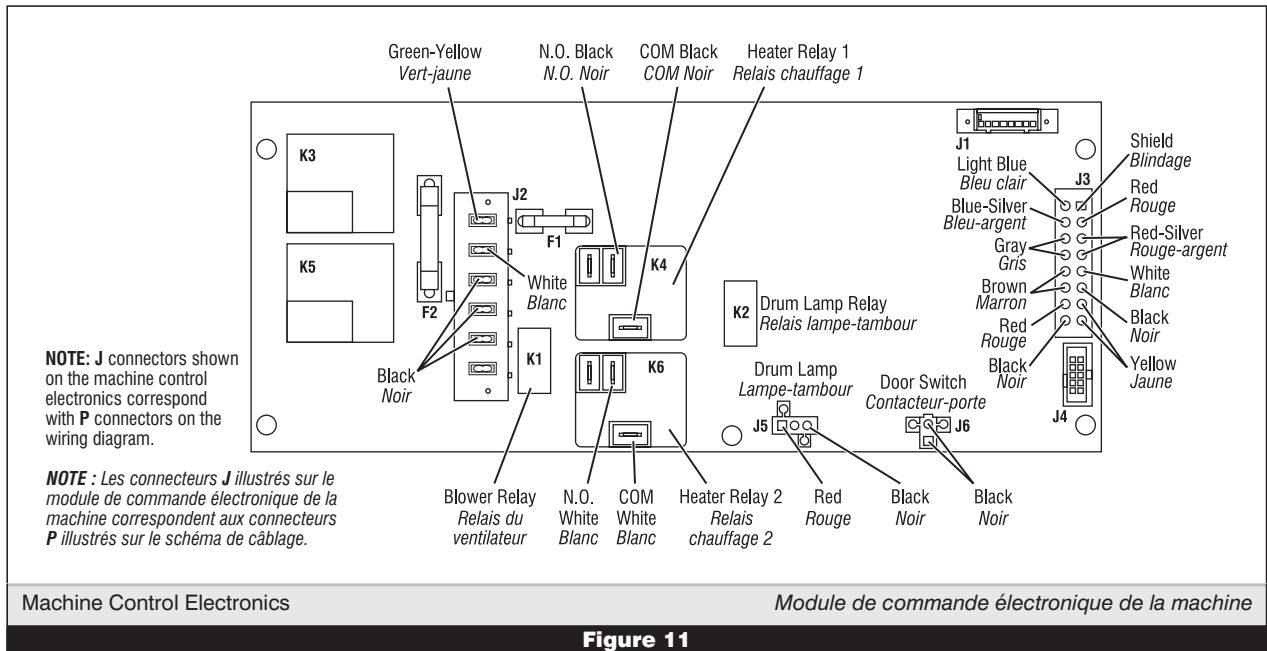

Figure 11
6. Remove all the wire connections to the machine control board. See figure 11, page 13.
6. Débrancher tous les conducteurs sur la carte des circuits. Voir figure 11, page 13.